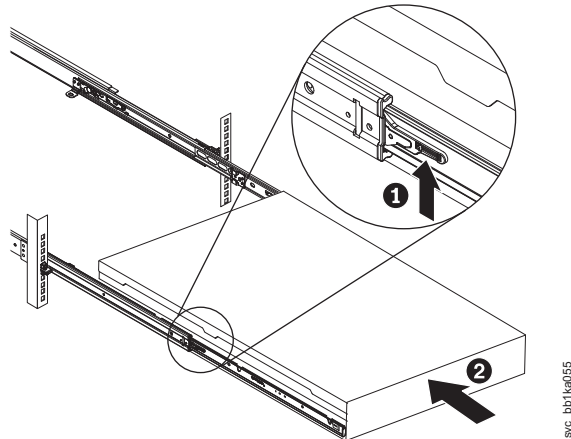

図 70. ラックのスライド・レールの SAN ボリューム・コントローラー 2145-CF8 または 2145-CG8 ロック・レバーを上げる
7. スライド・レール上のロック・レバー (94 ページの図 70 の **1**) を上げて、サーバー **2** を、所定の位置にカチッと音を立てて収まるまで、ラック内に完全に押し込みます。